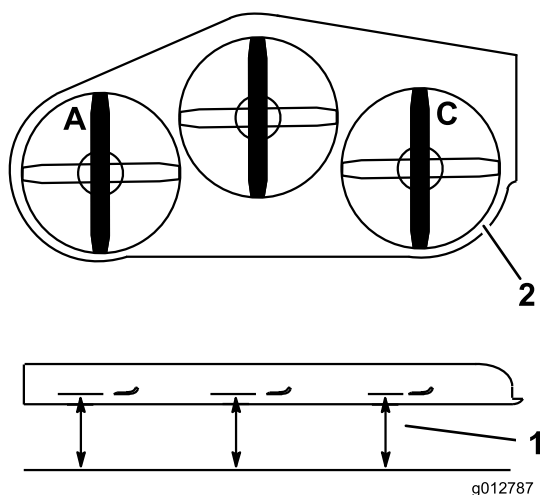

Figura 84
1. Coloque la cuchilla izquierda en posición longitudinal (Figura 84).
2. Mida la cuchilla izquierda en la posición **A** desde una superficie nivelada hasta el filo de corte de la punta de la cuchilla, y anote esta medida (Figura 84).
3. Coloque la cuchilla derecha en posición longitudinal (Figura 84).
4. Mida la cuchilla izquierda en la posición **C** desde una superficie nivelada hasta el filo de corte de la punta de la cuchilla, y anote esta medida (Figura 84).
2. Coloque la cuchilla izquierda en posición longitudinal (Figura 84).
3. Mida la cuchilla izquierda en la posición **A** desde una superficie nivelada hasta el filo de corte de la punta de la cuchilla, y anote esta medida (Figura 84).
4. Coloque la cuchilla derecha en posición longitudinal (Figura 84).
5. Mida la cuchilla izquierda en la posición **C** desde una superficie nivelada hasta el filo de corte de la punta de la cuchilla, y anote esta medida (Figura 84).